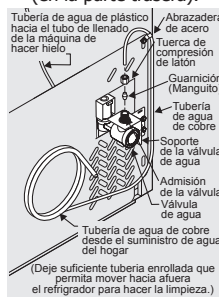
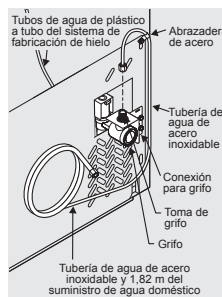

Figura 1
Figura 2
4. Si utiliza tubos de cobre, deslice la tuerca de compresión metálica, seguida del casquillo (manguito), en la tubería de suministro de agua. Encaje la tubería de suministro de agua en el grifo (6,4 mm). Deslice el casquillo (manguito) en la toma del grifo y apriete la tuerca de compresión en el grifo de forma manual. Luego utilice una llave para darle otra media vuelta, pero SIN apretarla en exceso. Consulte la Figura 1. Si utiliza tubos de acero inoxidable, la tubería ya tiene instalados la tuerca y el casquillo. Deslice la tuerca de compresión en la toma del grifo y apriétela a mano en el grifo. Luego utilice una llave para darle otra media vuelta, pero SIN apretarla en exceso. Consulte la Figura 2.